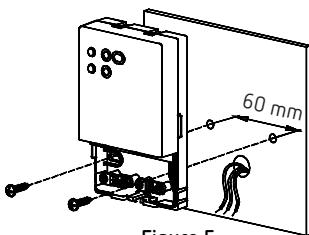

Figure 5
- Utilisez les vis et /ou les pièces fournies (figure 5).